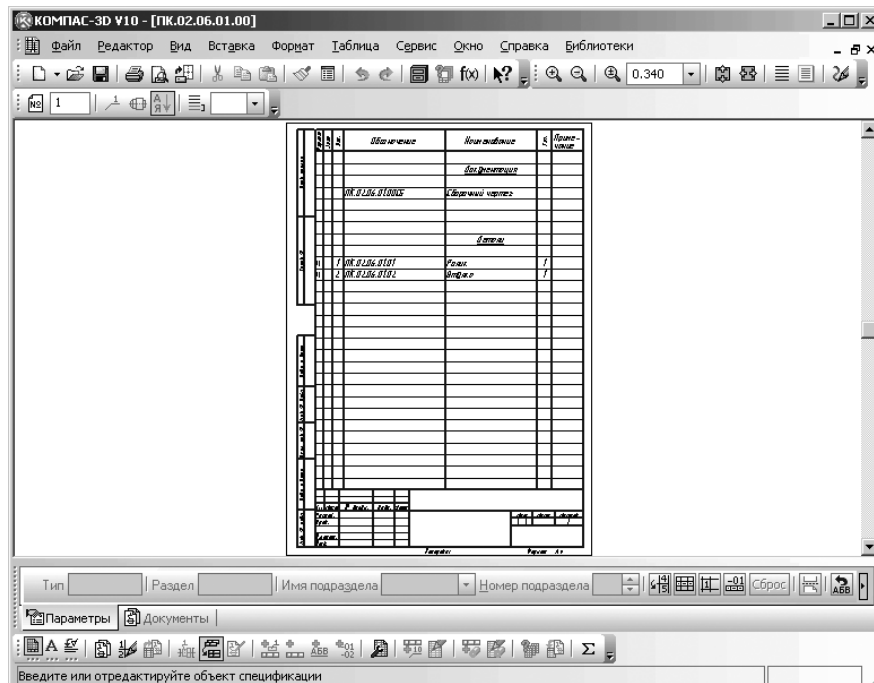

Рис. 6.116. Пример страницы спецификации в масштабе по высоте листа
- щелкните на панели инструментов **Вид** по кнопке  – **Масштаб по высоте листа**. Пример страницы спецификации представлен на рис. 6.116.